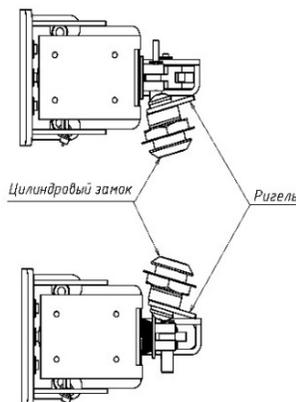

Рисунок 4
5.6 Снять с цилиндрического замка гайку и шайбу. На цилиндрический замок установить ригель. Ригель после установки цилиндрического замка должен быть повернут в сторону передней стенки кожуха (рисунок 4). При установке профильное плечо ригеля должно быть направлено вниз. Варианты установки ригеля приведены на рисунках 5 и 6.